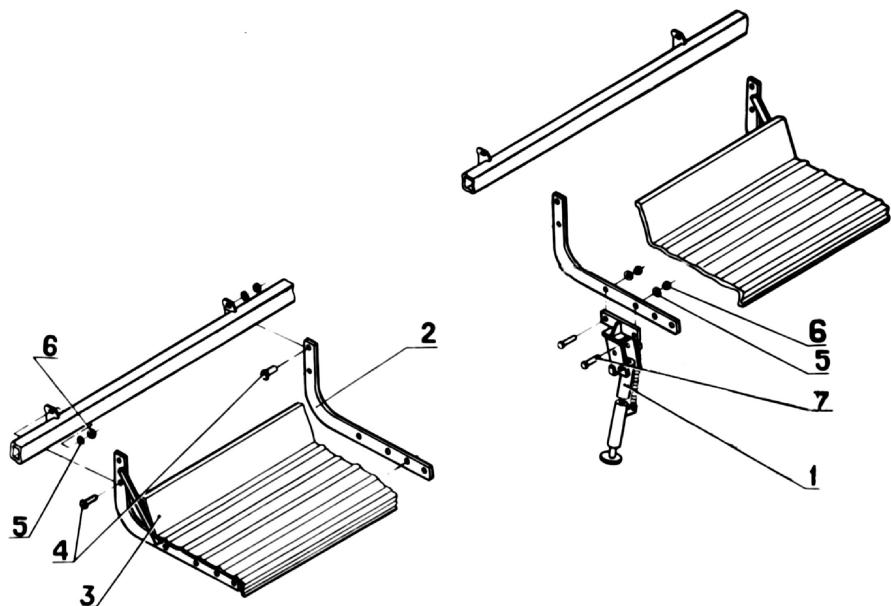

Рис. 31. Подножки
3.3.8. Подножка (рис. 31) крепится к заднему брусу рамы сеялки на кронштейнах.